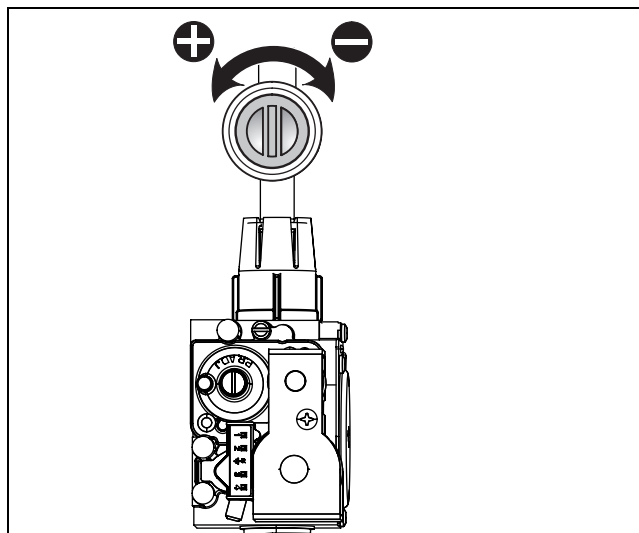

Fig. 40
- ▶ Agendo sulla valvola di regolazione della portata del gas (fig. 40), impostare il valore di CO₂ corrispondente alla potenza termica nominale risc., come da tabella.